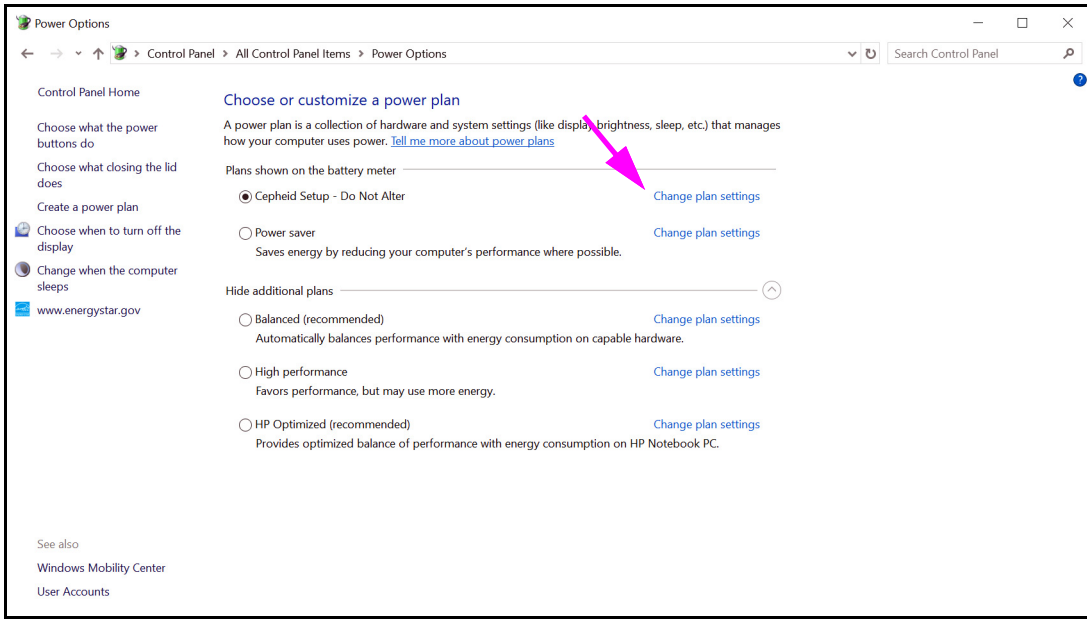
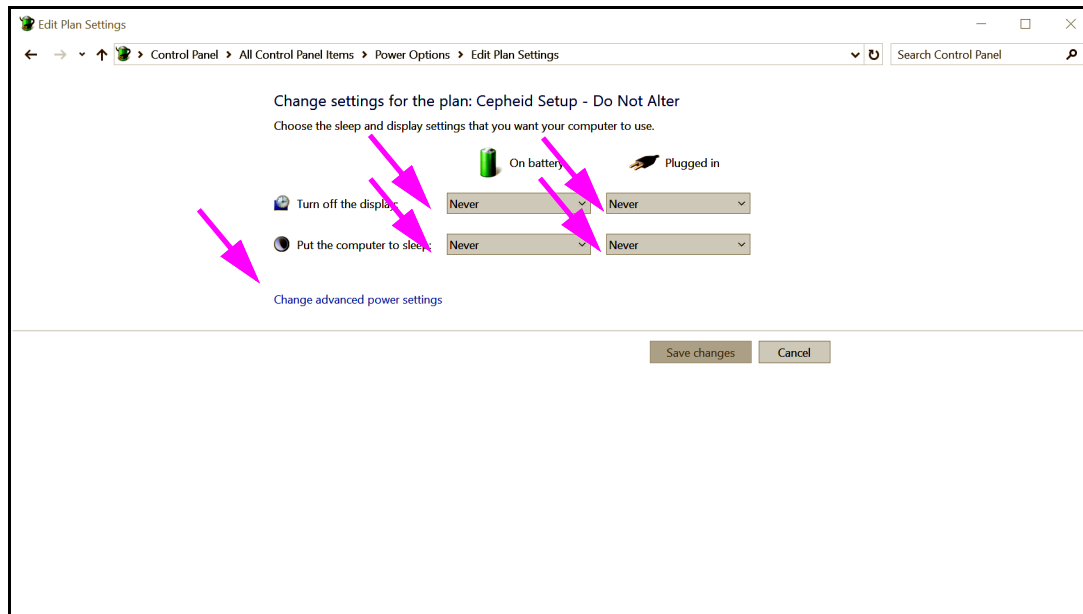
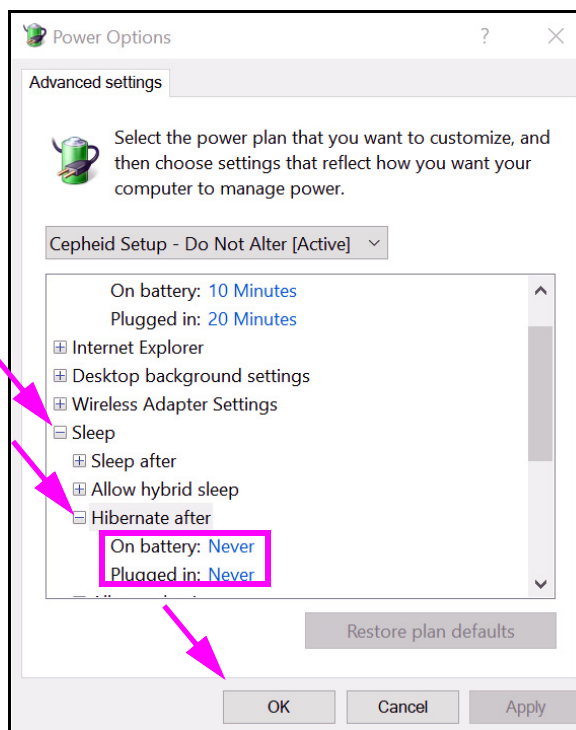

图 2-25. Power Options (电源选项) 窗口
图 2-26. Edit Plan Settings（编辑计划设置）窗口
图 2-27. Power Options—Advanced settings（电源选项 — 高级设置）窗口（睡眠）
3. 在 **Cepheid Setup—Do Not Alter**（设置 - 请勿改动）部分，单击 **Change plan settings**（更改计划设置）。请参见图 2-25。Edit Plan Settings（编辑计划设置）窗口出现。请参见图 2-26。
4. 确保 **Turn off the display**（关闭显示器）和 **Put the computer to sleep**（将计算机设置为睡眠）功能设置为 **Never**（从不）对 **On battery**（使用电池）和 **Plugged in**（插电）均如此设置。另外，确认 **Adjust plan brightness**（调整计划亮度）功能滑块设置为最亮的设置。请参见图 2-26。
5. 单击 **Change advanced power settings**（更改高级电源设置）（请参见图 2-26）。出现 Power Options Advanced settings（电源选项高级设置）窗口。请参见图 2-27。
6. 在 Power Options Advanced settings（电源选项高级设置）窗口，双击 **Sleep**（睡眠）以展开视图，然后-双击 **Hibernate after**（然后休眠）。请参见图 2-27。
11. 仅限笔记本型计算机：单击 **Cancel**（取消）以关闭 Edit Plan Settings（编辑计划设置）窗口。出现 Power Options（电源选项）窗口（请参见图 2-25）。